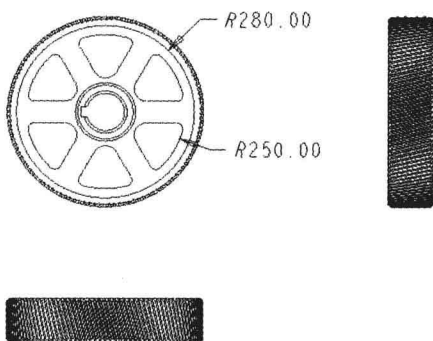

图 12-108 图形文件
Step 01 按【Ctrl+O】组合键，打开图形文件，如图 12-108 所示。